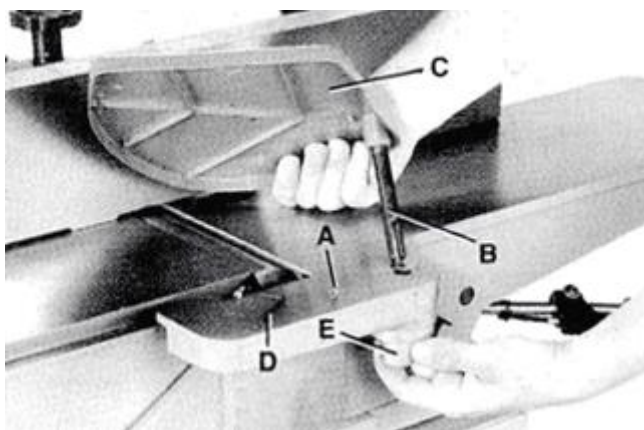

Рис. 16 Установка защиты режущей головки
1. Закрепите защиту режущей головки (С) – Рис. 16 на станке, вставив штифт (В) в отверстие в загрузочном столе.